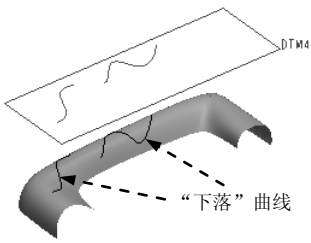

图 8.2.23 得到“下落”曲线
Step7. 操作至此，即在父特征曲面上得到图 8.2.23 所示的“下落曲线”。